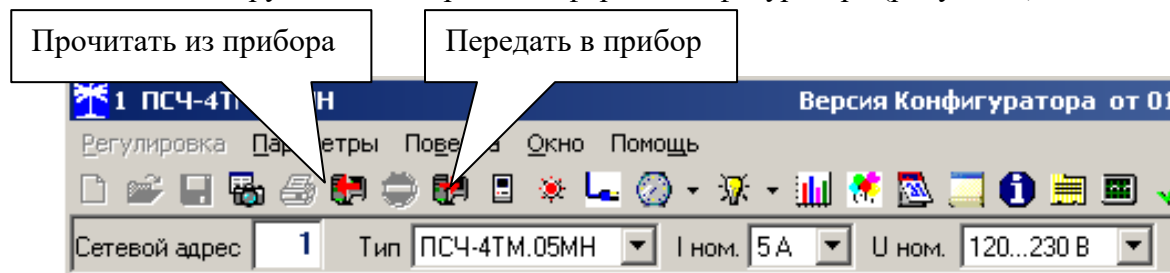

Рисунок 6 – Кнопки управления чтением/записью параметров
Следует иметь в виду для всех подчиненных форм конфигуратора, что если на поле формы отсутствует кнопка «Прочитать» или «Записать», то чтение/запись параметров производится посредством кнопок «Прочитать из прибора»/«Передать в прибор», расположенных на панели инструментов генеральной формы конфигуратора (рисунок 6).
10.2 Чтение установленных параметров перехода производится посредством кнопки «Прочитать их прибора», расположенной на панели инструментов генеральной формы (рисунок 6).
11.3.1 Чтение записанного в счётчик расписания праздничных дней производится по кнопке «Прочитать из прибора», расположенной на панели инструментов генеральной формы (рисунок 6). Прочитанные праздничные дни отображаются в информационном окне формы.
11.3.4 Для записи скорректированного расписания праздничных дней необходимо нажать кнопку «Передать в прибор», расположенную на панели инструментов генеральной формы конфигуратора (рисунок 6).